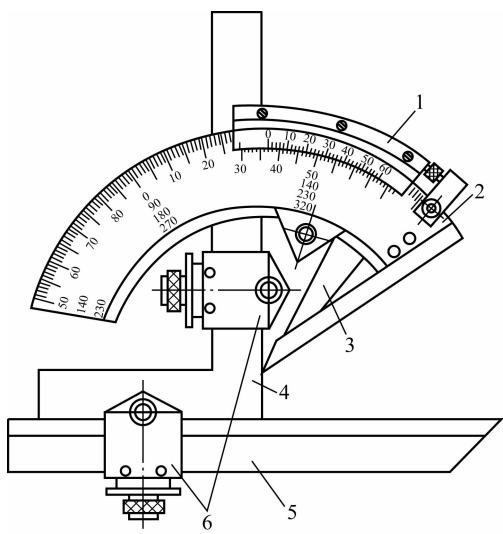

图 1-33 游标万能角度尺结构考查
- (1)游标万能角度尺是用来测量工件内、外\_\_\_\_\_的量具。其测量精度有\_\_\_\_\_和\_\_\_\_\_两种,测量范围为\_\_\_\_\_。
- (2)说出图 1-33 所示游标万能角度尺各数字所代表的名称:1 \_\_\_\_\_、2 \_\_\_\_\_、3 \_\_\_\_\_、4 \_\_\_\_\_、5 \_\_\_\_\_、6 \_\_\_\_\_。